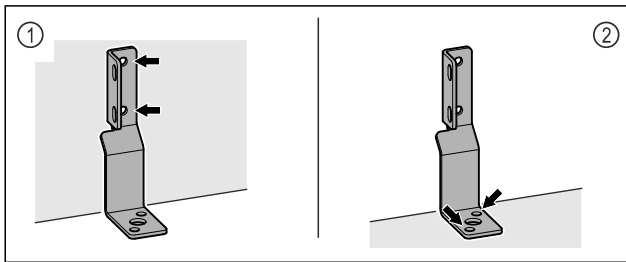

Fig. 45
▶ 将角钢固定到墙体 Fig. 45 (1) 或地板 Fig. 45 (2) 上。